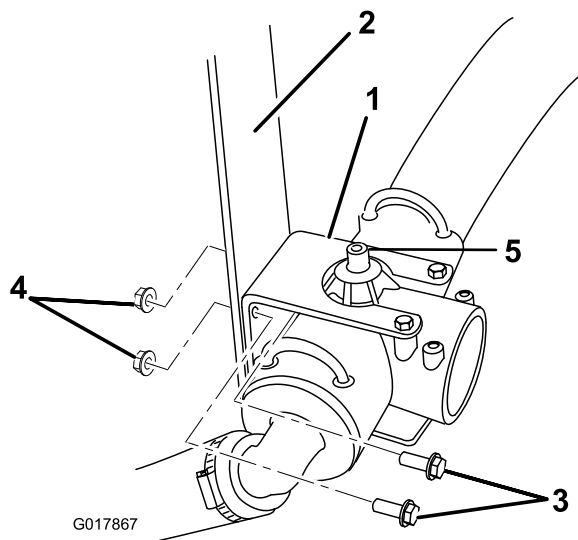

Figura 8
2. **Apenas Multi-Pro 1200:** Desligue o pequeno tubo vermelho do indicador de pressão da união do tubo verde na parte superior do T de alimentação (Figura 8).
de alimentação ao veículo (Figura 8). Guarde os dispositivos de fixação para utilizar depois.